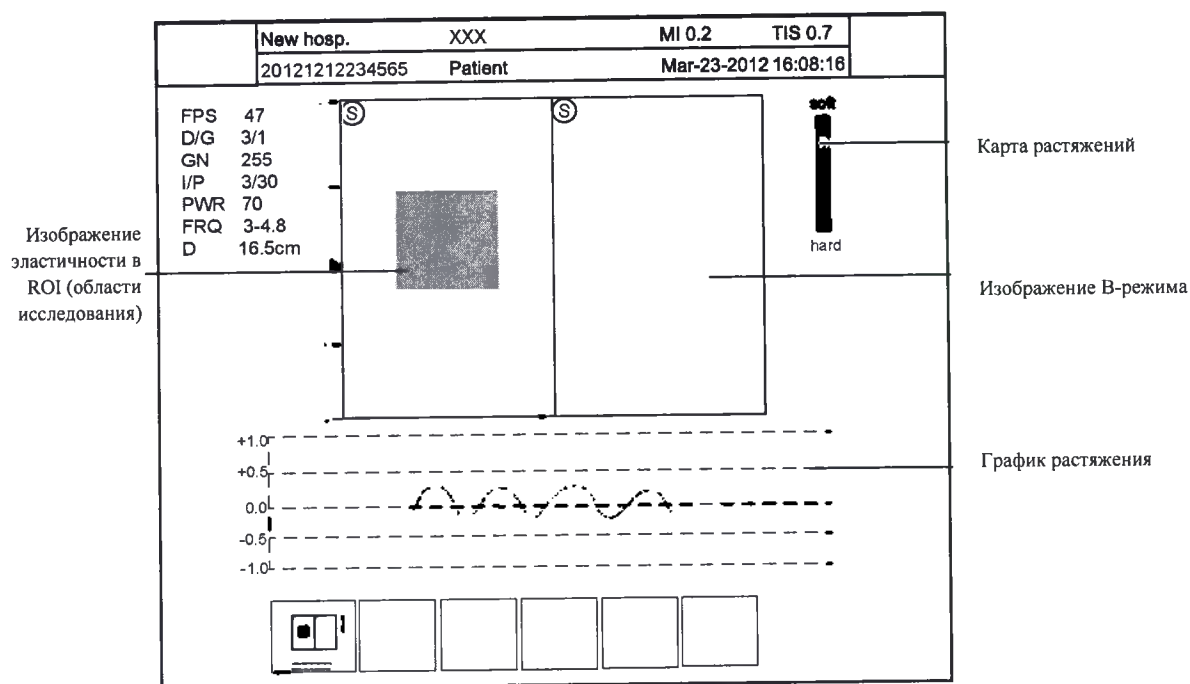

Рисунок 7-1 Экран изображения эластичности
3. Нажмите **Elasto** на сенсорном экране для входа в режим получения изображений эластичности. Как показано на рис. 7-1 изображение эластичности отображается слева, а изображение В-режима в реальном времени отображается справа. Нажмите **Single View** или **Dual View** на панели управления для отображения одиночного или разделенного на две части экрана.